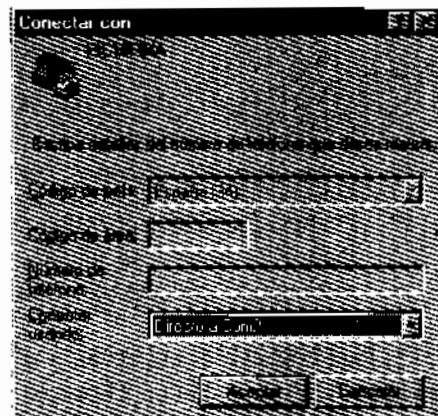

Figura 20-9 *Conectar con...*
- 3º En la siguiente pantalla *Conecta con* se selecciona la opción *Conectar usando: Directo a Com2* (figura 20-9). Se va a utilizar el puerto serie COM 2 para comunicar el ordenador y el microcontrolador. También se puede elegir el COM 1 si le es más conveniente al lector.